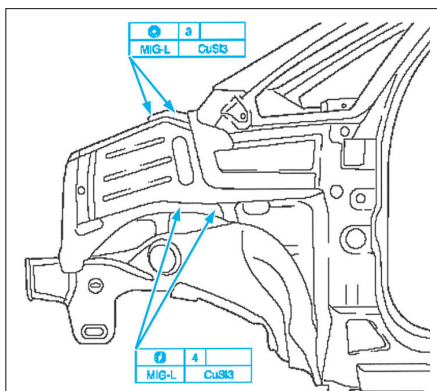
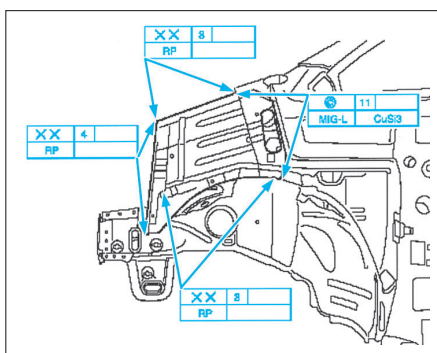

FIG. 28
FIG. 29
- Souder la jambe de force (7 soudages de bord de 20 mm) (Fig.28) et (Fig.29).